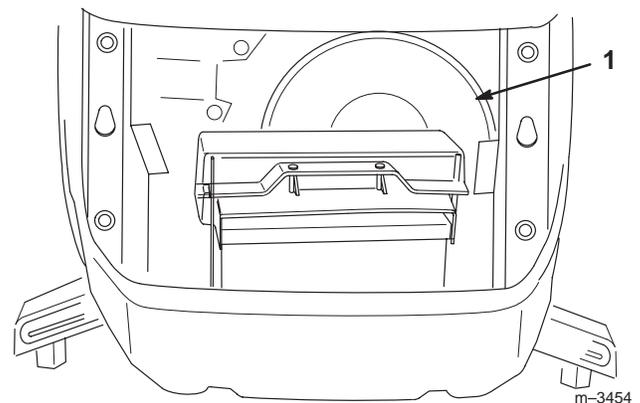

Bild 21
7. Nehmen Sie den Treibriemen von der ZWA-Riemen- scheibe ab (Bild 21). Sie können ggf. durch Drehen des Handrads für das Einstellen der Riemen- spannung mehr Spiel am Riemen erhalten.